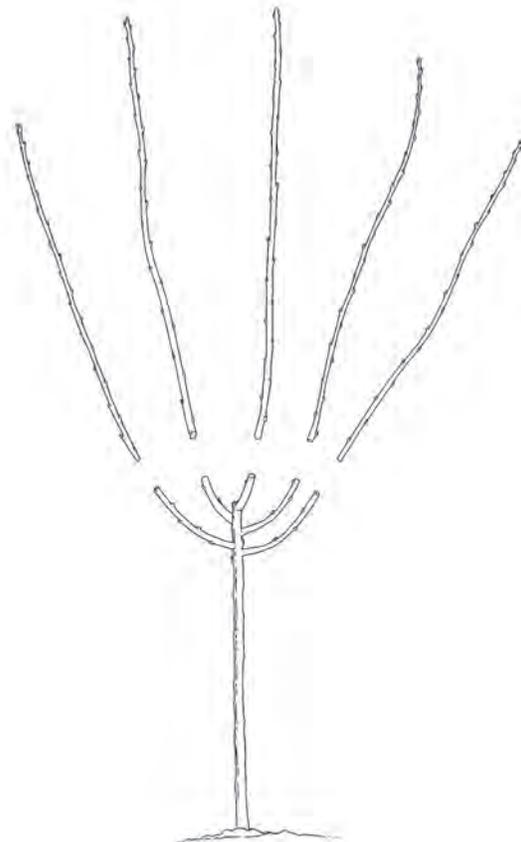

Figura 6
- Recorte todos los ejes a una longitud de entre dos y cinco pulgadas (Figura 6).